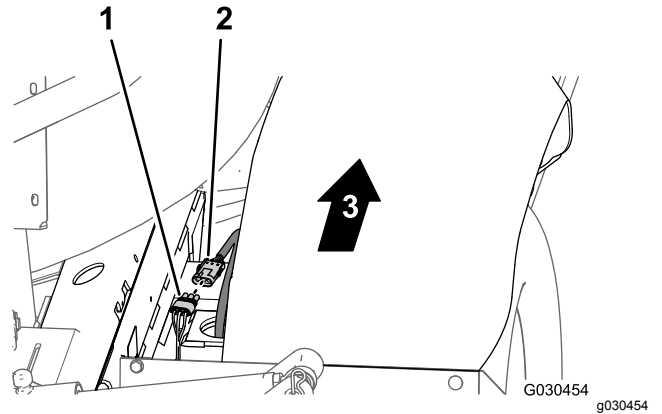

图 22
1. 在机器后部右机架管与右挡泥板之间将右液压驱动马达上速度传感器线束的 3 针接头从后主线束的 3 插槽接头中断开图 22。